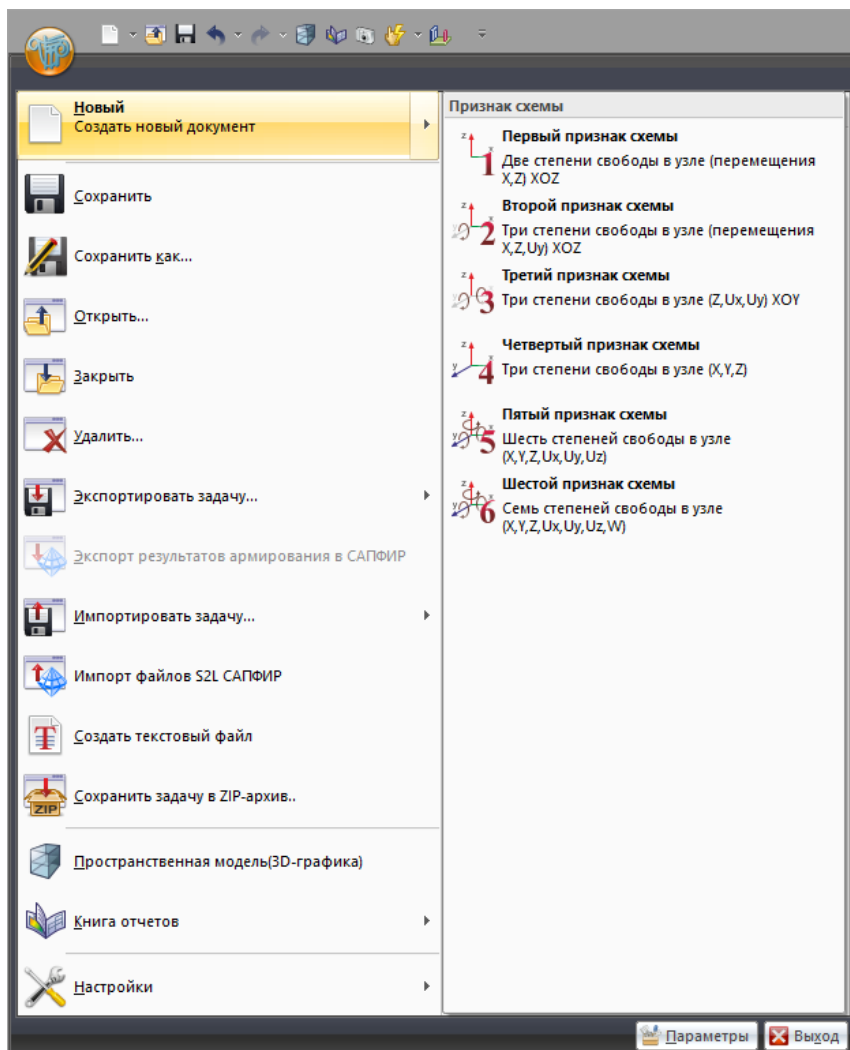

Рис. 7. Раскрывающееся меню **Новый**
**Новый** (рис. 7) – раскрывающееся меню. Создание файла новой задачи с выбранным признаком схемы.